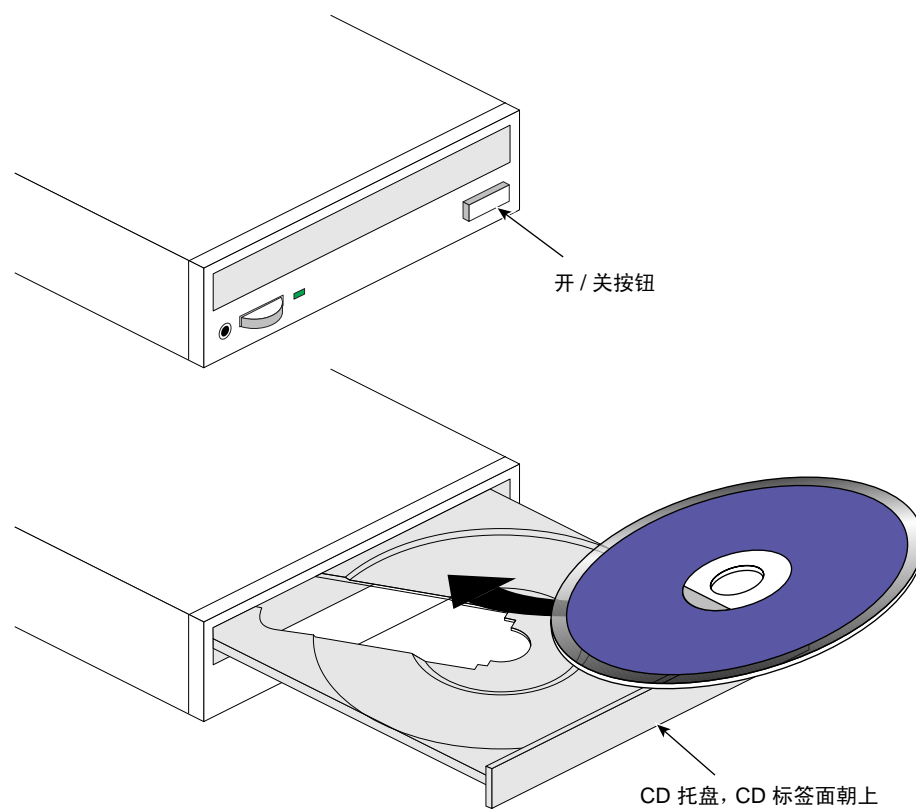

图 4 CD-ROM 驱动器的典型装入过程
**注释：**取放 CD 时应只接触其内侧和外侧边缘。不要碰触其没有标签的一面（数据面）。有关实例请参见图 4。